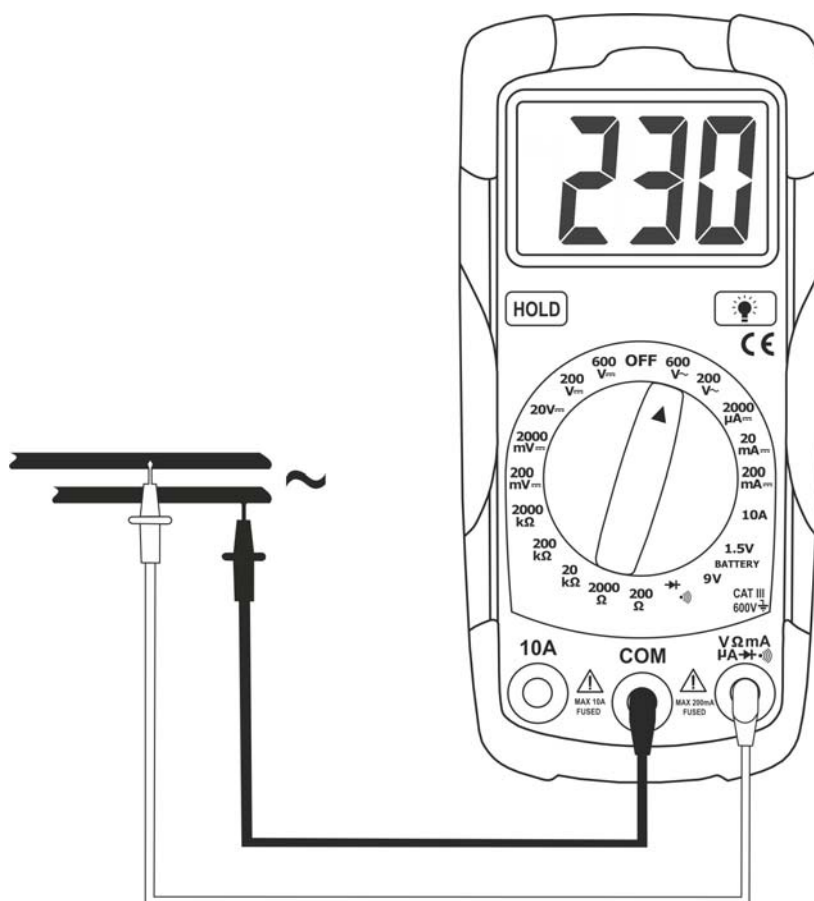

Fig. 3: Uso del Instrumento en medidas de Tensión CA
3. Inserte las dos puntas de prueba en el punto deseado del circuito (ver Fig. 3). Luego el instrumento muestra el resultado